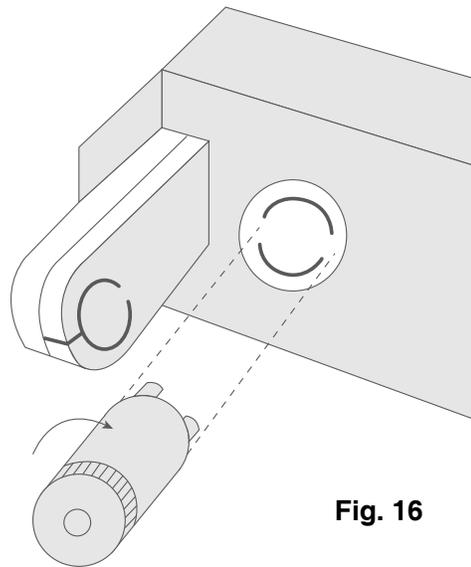

Fig. 16
- 3** Desencajarlo con mucho cuidado (Fig. 16).